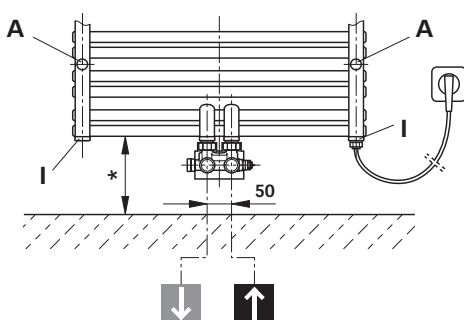

Abb. 4
- Die Produktfamilie **COSMO** BERLIN-VM kann auch mit einer Elektrozusatzheizung ausgestattet werden, wobei die nachfolgenden Empfehlungen einzuhalten sind: (**Abb. 4**)
- **COSMO BERLIN-VM** products can also be fitted with an additional electrical heating element if the following recommendations are complied with: (**Abb. 4**)